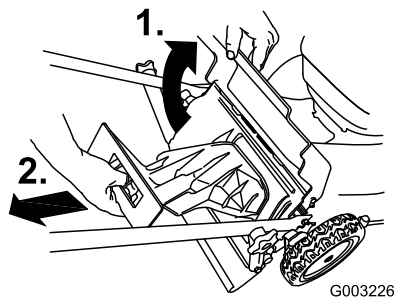

Figura 35
1. Levante y sujete la puerta trasera (Figura 35).
2. Retire el tapón de descarga trasera (Figura 35).